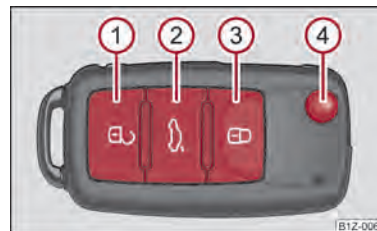

Fig. 18 Llave con radiotelemando
- Pulsar la tecla **1** ⇒ fig. 18 durante aprox. 1 segundo.